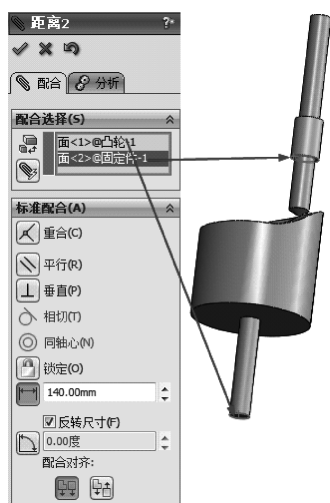

图 13-10 距离配合
5) 激活【标准配合】选项下的 (距离) 按钮,在 (要配合的实体) 文本框中,选择如图 13-10 所示的面,在【距离】文本框中输入 140mm,其他保持默认,单击,完成距离配合。